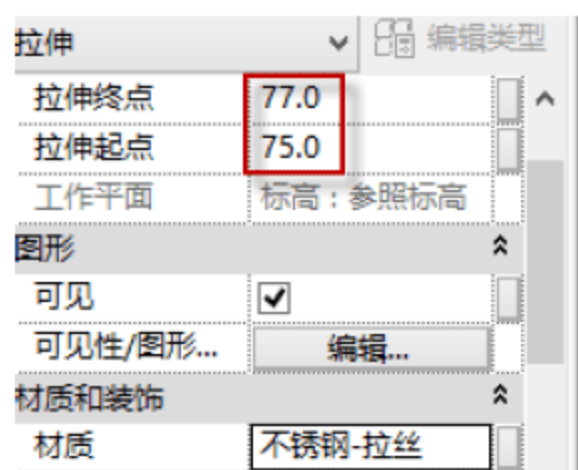

图 8.2.29 扇叶平面
(7) 扇叶。返回到“楼层平面-参照标高”平面,依次选择“注释”→“符号线”→“圆内切正五边形”、“圆内切正十五边形”、“直线”命令,绘制参考线。选择“创建”→“拉伸”→“直线”、“起点-终点-半径弧”命令,绘制图框,在“属性”面板中编辑“拉伸起点”和“拉伸终点”的数值(75, 77),然后单击√按钮,如图 8.2.29 所示。